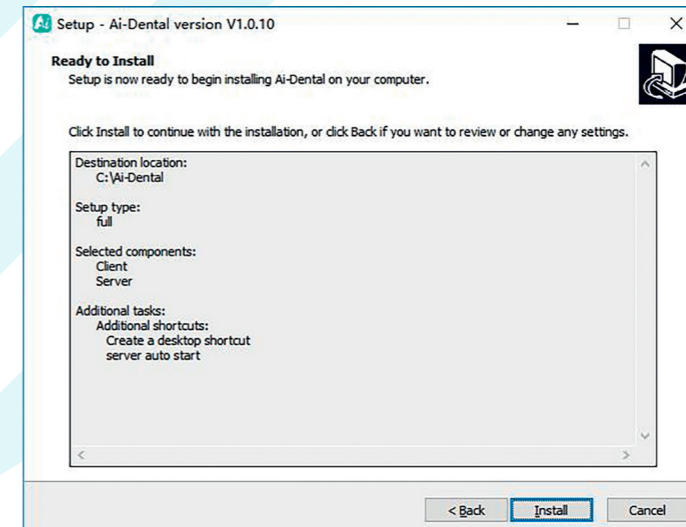

Figure 8
4.1.7 Cliquez sur le bouton « Installer » pour lancer l'installation, comme le montre la figure 8 :